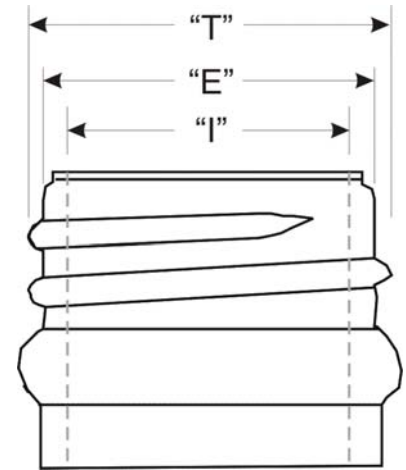

図3: 口部寸法
- プラグ検査の映像は、拡散光とびん上部のテレセントリックレンズ付き高解像度カメラで取得します。検査対象は図3の最大/最小“**I**”のみです。コルク栓ビンで求められる2段ステップ・ゲージは対応できません。この場合、メカニカ・プラグ/リング検査オプションで対応します。